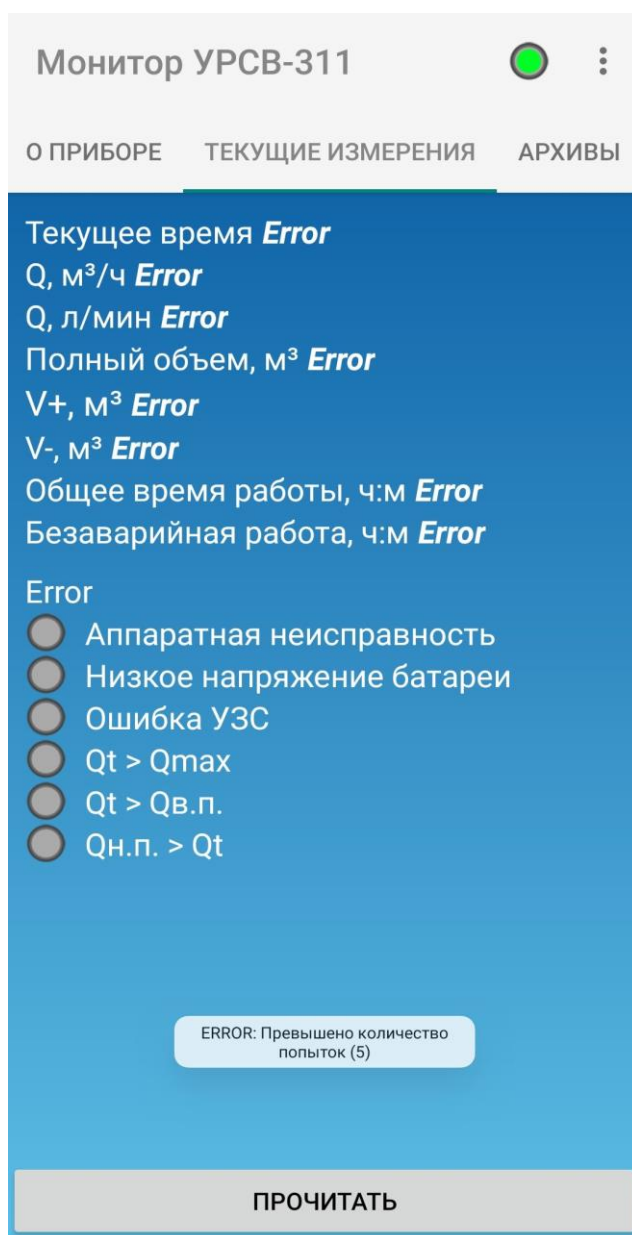

Рис.20. Отображение ошибки.
- превышения объема кэша приложения (количество попыток подключения – их 5, см. рис.20), приложение выдает ошибку **Error** (рис.20).